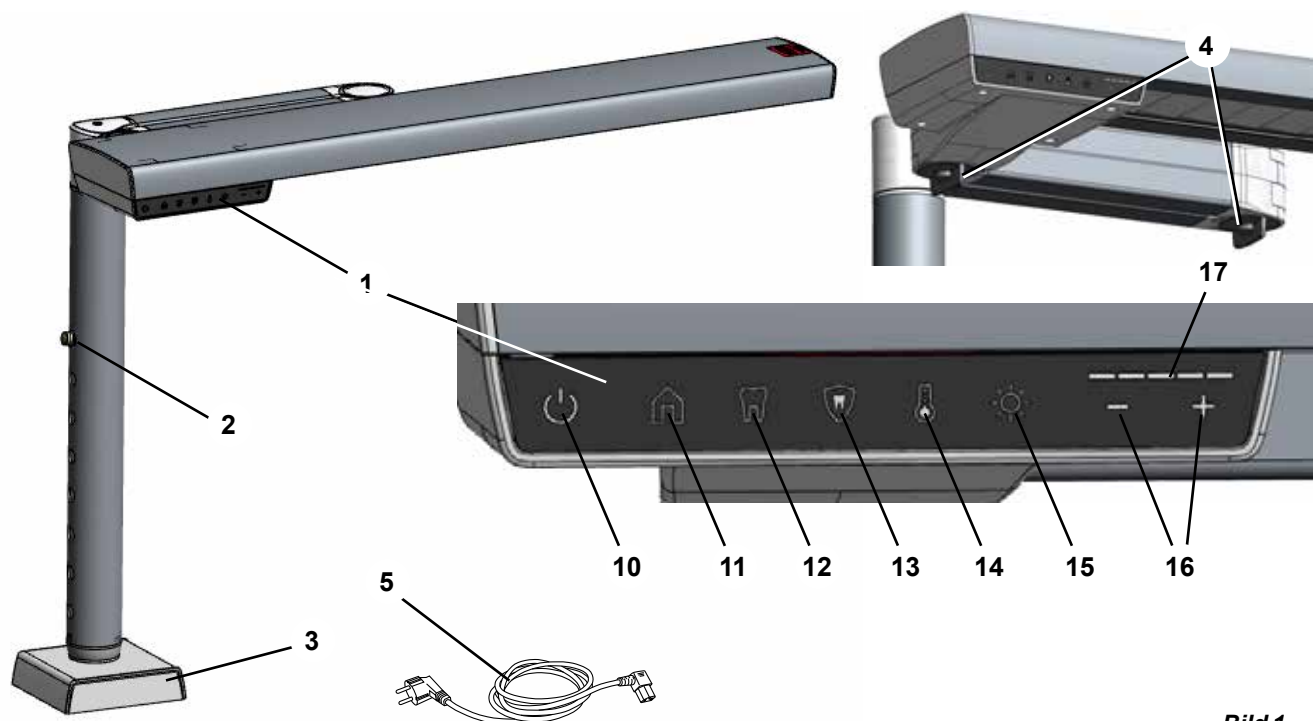

Bild 1
⇒ Tryck in höjdjusteringens låsning (2, bild 1) och dra ut innerröret på basen ända till den maximala positionen.
i För att bestämma lämplig monteringsplats, lossa foglåset (4, Fig. 1) och kontrollera att du kan flytta arbetsplatslampan till det optimala läget som beskrivits tidigare (kapitel 4.2.1).
- ◆ Knappen Brightness (Ljusstyrka) (15, bild 1) lyser upp.
- ◆ I Intensity (Intensitet)-indikeringen (17, bild 1) visas det aktuella värdet för ljusstyrkan.